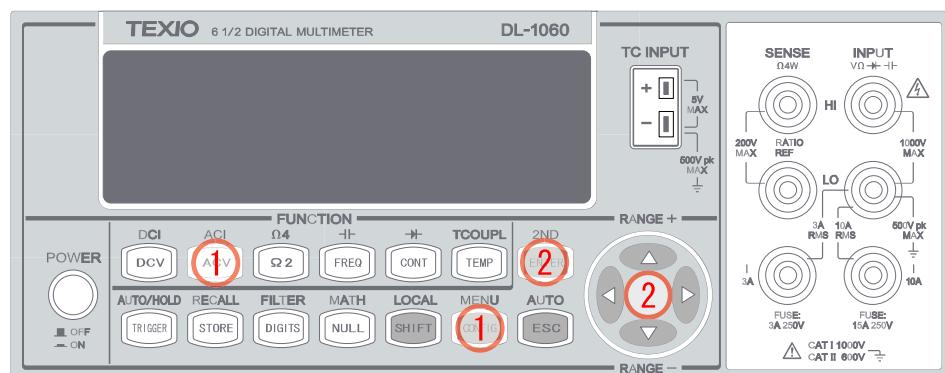

図 3-2
- ① ACVボタンを押し、次に CONFIG ボタンを押します。
- ② <・>ボタンで、"BAND WIDTH"を選択し ENTER を押します。3Hz、20Hz、200Hz の中から選択し ENTER を押します。これらの操作は図3-2に示します。